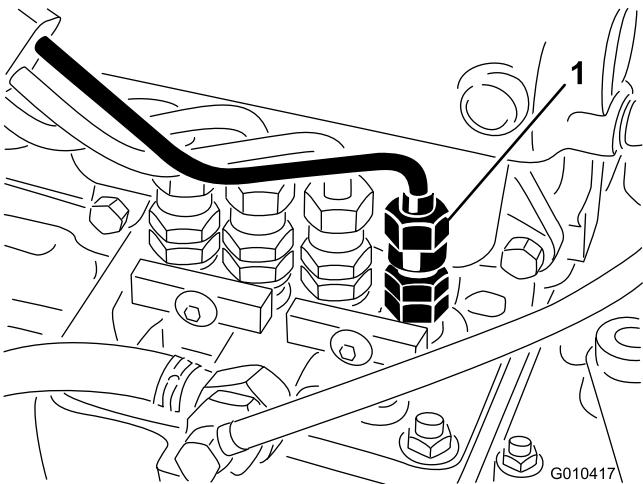

Figure 35
- Desserrez le raccord entre l'injecteur n° 1 et le porte-injecteurs sur la pompe d'injection (Figure 35).